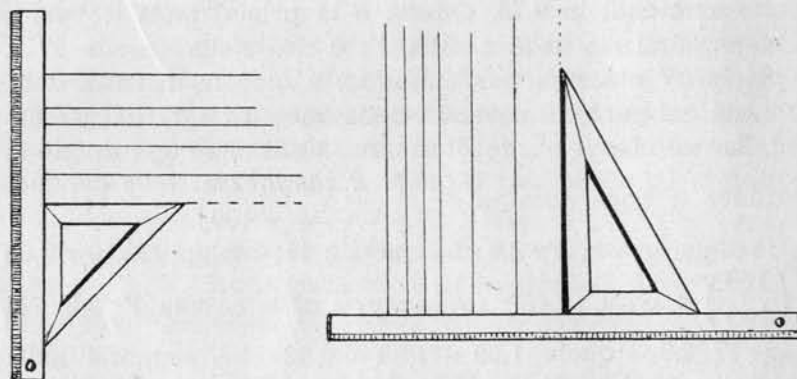

Fig. 40.
1) Le parallele si disegnano facendo scorrere la squadra su di una riga: così pure con riga squadra potrai tracciare perpendicolari (fig. 40).